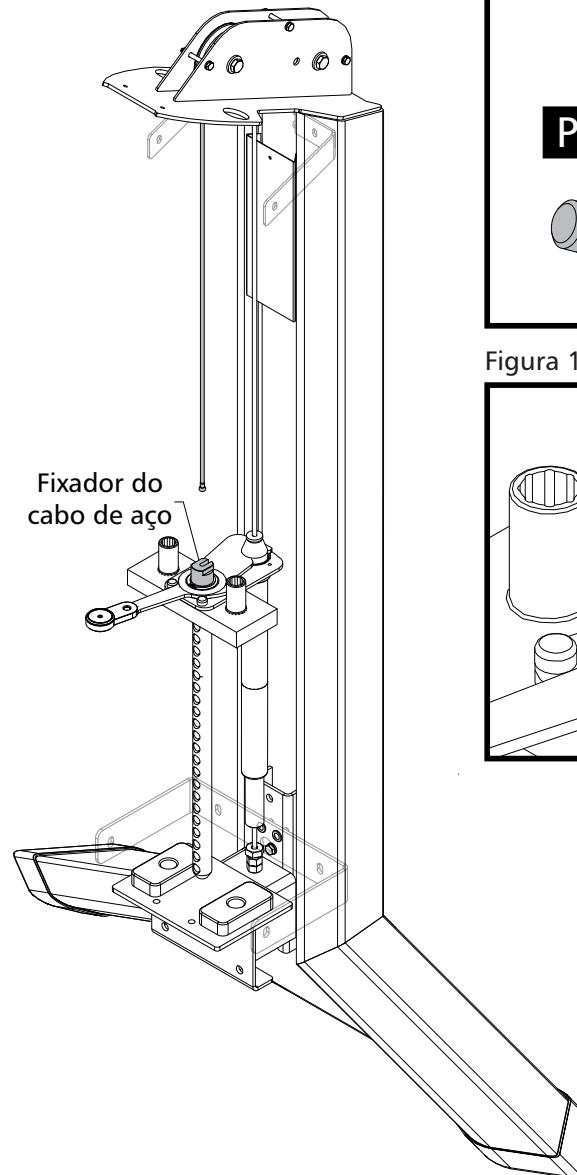

Figura 10-1
2 - Passe o anel do pino seletor (P) no fixador do cabo de aço em destaque. (figura 10-1).